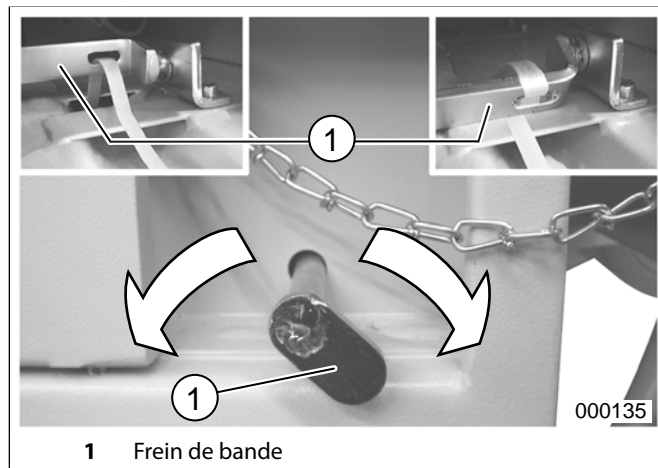

fig. 15 Frein de bande
Le frein de bande (fig. 15/1) doit être fermé (levier tourné vers le droite).
2. Ouvrir le frein de bande (fig. 15/1).
4. Fermer le frein de bande (fig. 15).
3. Ouvrir le frein de bande (fig. 15).